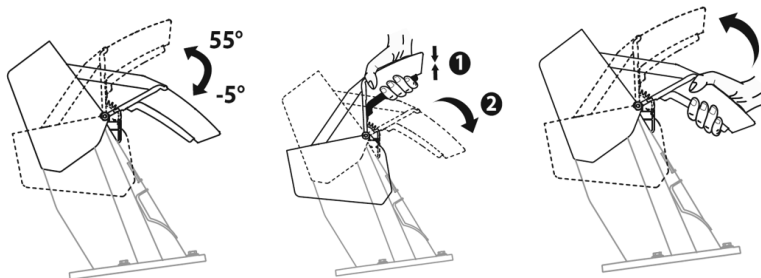

Рис. 14
1. Для изменения высоты выброса снега, нажмите на спусковой крючок на рукоятке дефлектора желоба, а затем выберите необходимое отклонение желоба. Отпустите спусковой крючок на рукоятке дефлектора желоба, чтобы зафиксировать дефлектор желоба (Рис. 14).